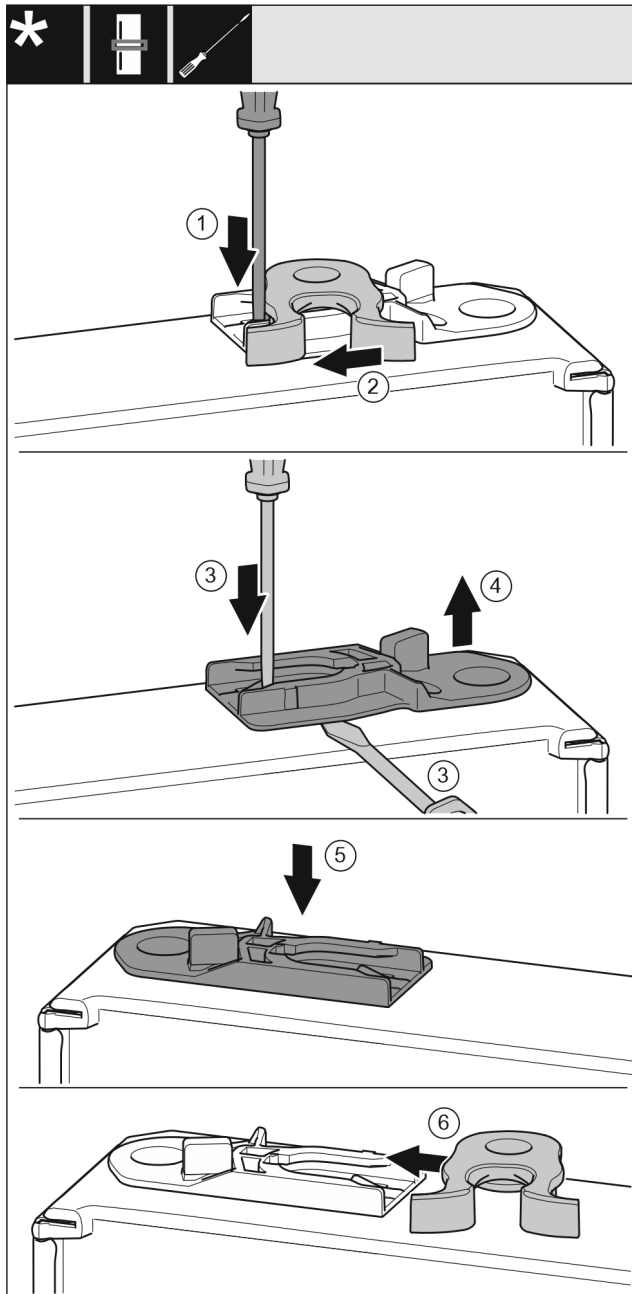

Fig. 52 *
- Pousser la languette Fig. 52 (1) vers le bas avec un tournevis plat.*
- Retirer la gâche Fig. 52 (2) du guide.*
- Retirer la douille de guidage Fig. 52 (3, 4) : Presser la languette avec un tournevis plat tout en faisant passer un autre tournevis plat sous la douille de guidage.*
- Insérer la douille de guidage Fig. 52 (5) fournie de l'autre côté du boîtier.*
- Insérer la gâche Fig. 52 (6) dans le guide.*